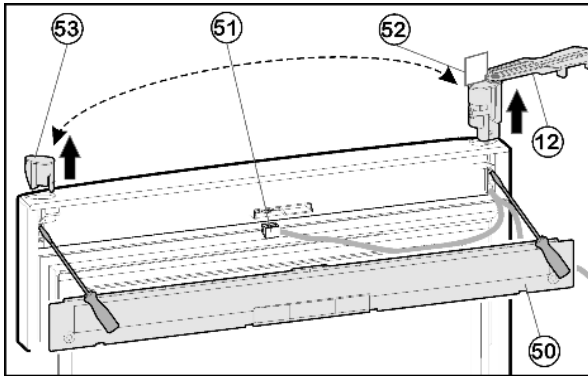

Fig. 10
- ▶ Снимите крышку Fig. 10 (50) на дверце с помощью отвёртки.
- ▶ Отсоедините разъем Fig. 10 (51).
- ▶ На верхней дверце поверните опорный кронштейн Fig. 10 (12) наружу параллельно краю дверцы.
- ▶ При помощи отвертки вытолкните опорный кронштейн Fig. 10 (12) снизу и снимите с двери вместе с кабелем.
- ▶ Извлеките пробку Fig. 10 (53) снизу при помощи отвертки и вставьте на другой стороне.
- ▶ Проденьте кабель опорного кронштейна Fig. 10 (12) на противоположной стороне и установите опорный кронштейн.
- ▶ Снимите шаблон Fig. 10 (52) и закрепите на опорном кронштейне.
- ▶ Вставьте разъем Fig. 10 (51).
- ▶ Зафиксируйте крышку Fig. 10 (50) на дверце.